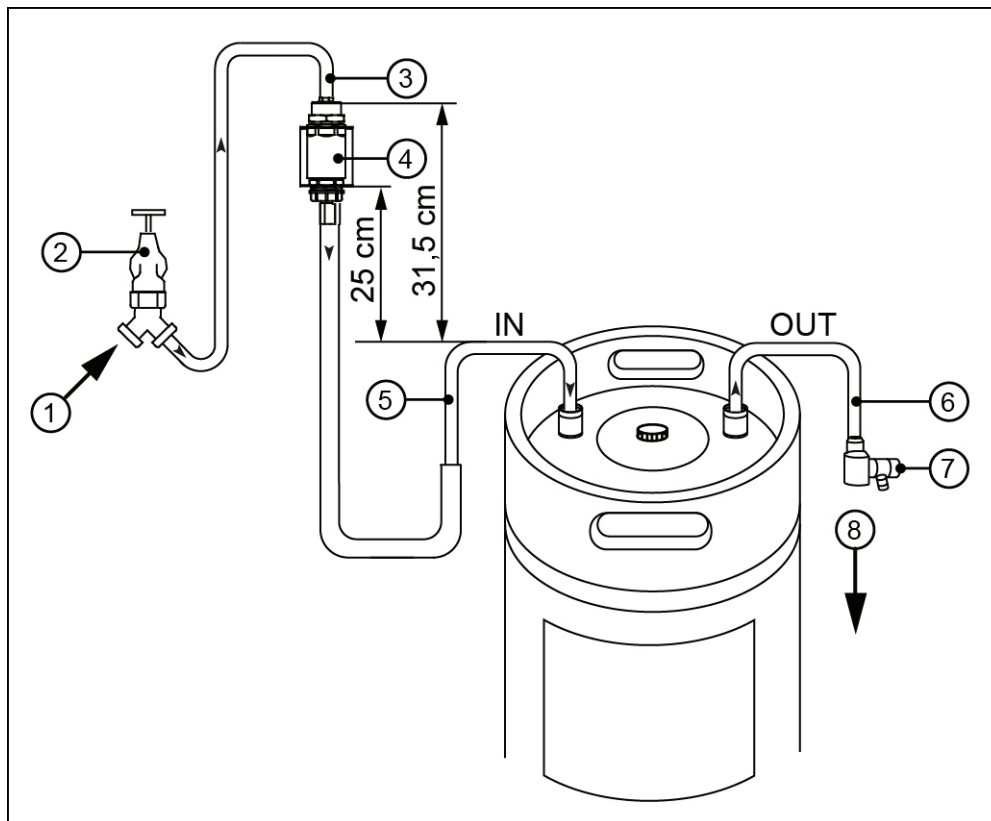

Abb. 4:
Der Anschluss von Verbrauchern an das Trinkwassernetz muss nach EN 1717 so erfolgen, dass das Trinkwassernetz vor Verunreinigungen geschützt ist. Sehen Sie dazu gemäß EN 1717 Teil 4 an der Anschlussstelle eine Sicherungskombination, bestehend aus Rückflussverhinderer und Rohrbelüfter, vor. Die mitgelieferte Sicherungskombination ist 25 cm über der Mischbettharzpatrone an der Wand anzubringen (siehe Abb. 4).
3. Bringen Sie die Sicherungskombination gemäß EN1717 25 cm über der Mischbettharzpatrone an der Wand an (siehe **Abb. 4**).